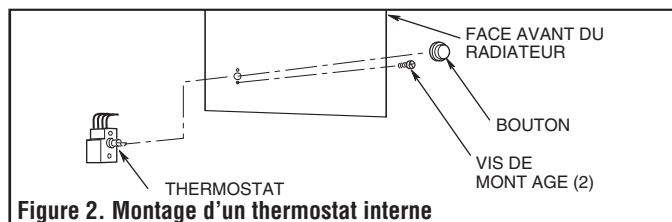

Figure 2. Montage d'un thermostat interne
4. Monter le thermostat comme l'indique la figure 2 en enroulant la longueur inutile de tuyau capillaire à l'intérieur du radiateur.
6. Monter le thermostat de récupération de chaleur comme l'indique la figure 2 en enroulant la longueur inutile de tuyau capillaire à l'intérieur du radiateur.